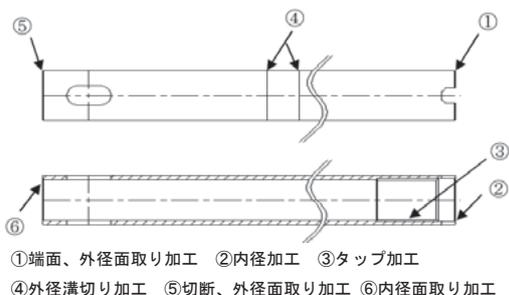

図2 代表的なロッドの加工内容
材料はともに機械構造用炭素鋼鋼管(STKM)を使用し、図2に示す代表的なロッドの形状に加工している。
このCNC旋盤は主軸と同軸上の反対側に第2主軸を追加した構成であり、前述した図2のロッドを加工する場合、主軸にて①～③を加工した後、第2主軸へ引渡して④～⑥の反対側面の加工までを連続して行うことが出来る。
(3) ワークプラー(自動排出機)